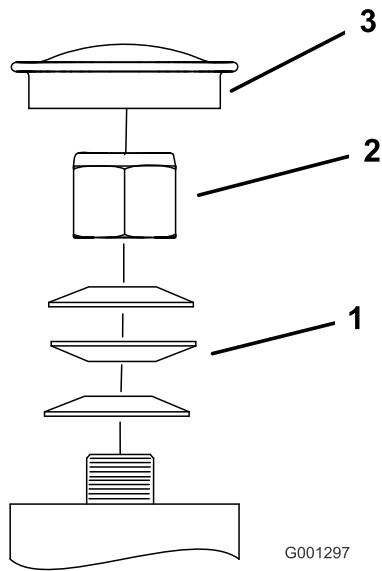

Figura 63
3. Retire el tapón anti-polvo de la rueda giratoria y apriete la contratuerca (Figura 63).
4. Apriete la contratuerca hasta que las arandelas de muelle estén planas, luego afloje 1/4 de vuelta para establecer la pre-carga correcta de los cojinetes ().Figura 63
Importante: Asegúrese de que las arandelas de muelle están correctamente instaladas, según se muestra en Figura 63.
5. Coloque el tapón anti-polvo (Figura 63).